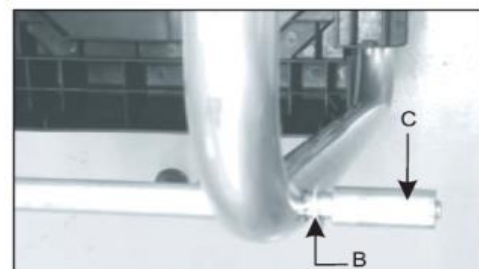

Fig.1B
3. Placer la rondelle fournie (B) et le manchon (C) sur l'axe de roue (Fig. 1B)